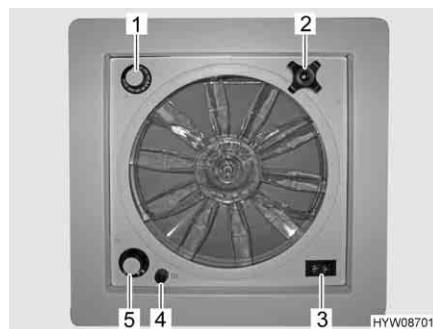

Fig. 48 Oblò con ventilatore
- ▷ Un fusibile da 4 A (Fig. 48,4) protegge da sovraccarico il motore del ventilatore. Se si verifica un sovraccarico: Per prima cosa individuare ed eliminare la causa (ad es. il ventilatore è sporco), poi sostituire il fusibile.
- Ruotare la maniglia girevole (Fig. 48,2), finché non si raggiunge l'angolo di apertura desiderato.
- Portare l'interruttore a levetta (Fig. 48,3) su "Aerazione" (flusso d'aria dall'esterno verso l'interno) o "Sfiato" (flusso d'aria dall'interno verso l'esterno).
- Portare l'interruttore a levetta (Fig. 48,3) sulla posizione centrale.
- Posizionare l'interruttore girevole (Fig. 48,5) sul grado desiderato:
- Ruotare il termostato (Fig. 48,1) fino alla battuta in direzione "blu".
- Ruotare il cappuccio nero (Fig. 48,4) di un quarto di giro in senso antiorario.